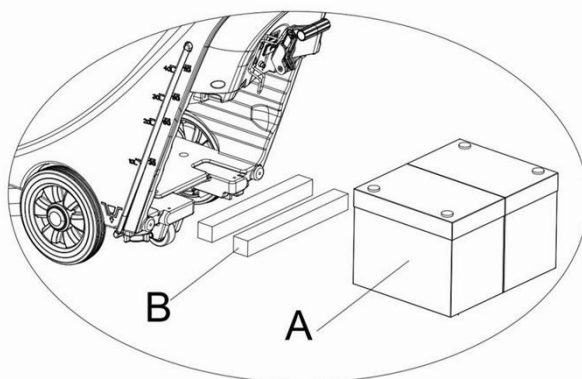

Figura 6
- 1) Para batería con una longitud inferior a los 270 mm, utilice 2 piezas de la placa de fijación (**B**, **Figura 6**) y colóquelas una al lado de la otra dentro de la batería de tanque de agua;
- 2) Para batería con una longitud entre 310mm-270mm, use 1 pieza de la placa de fijación (**B**, **Figura 6**) y colóquelas dentro de la batería de tanque de agua;